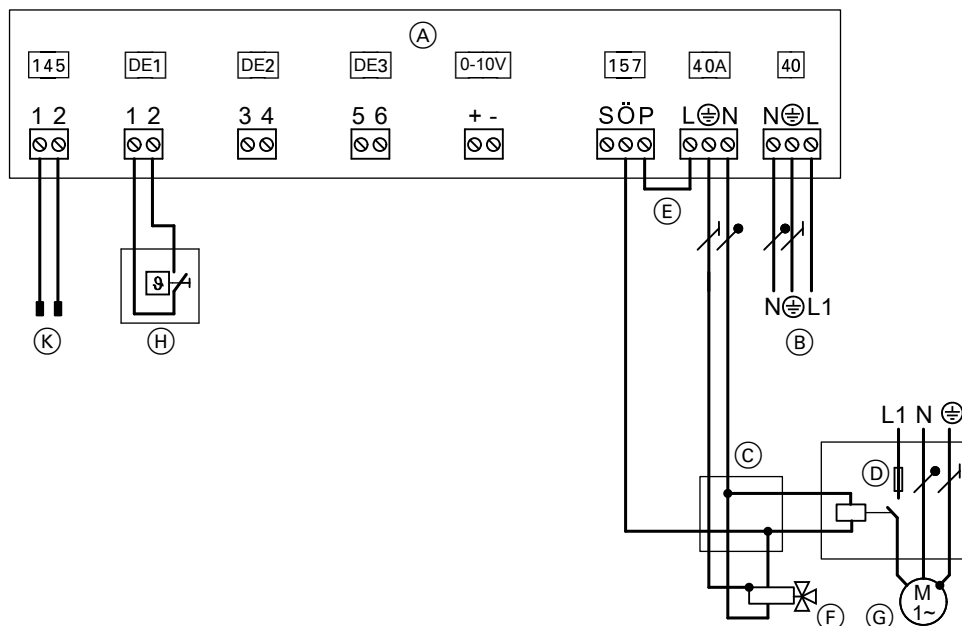

Abb. 28
- Anschlüsse an Erweiterung EA1 **nur** gemäß Abb. 28 ausführen.